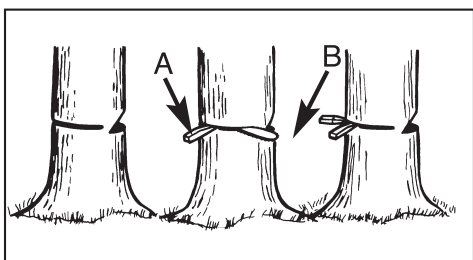

Рис. 11С
1. Используйте деревянные или пластиковые клинья (G) для предотвращения изгиба шины и цепи (H) в пропилах. Клинья также контролируют падение дерева (Рис. 11С).
при приближении основного пропила к шейке дерево должно начать падать. Когда дерево начнет падать, вытащите пилу из пропила, выключите двигатель, положите пилу и покиньте опасную зону по заранее намеченному пути (Рис. 11А).